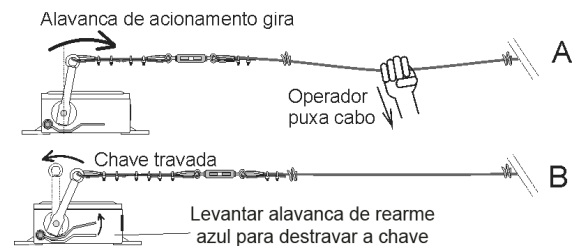

Fig. 8 – Acionamento manual da parada de emergência
- Quando se detectar uma **situação de emergência**, o operador no local, com uma única ação, deverá puxar o cabo em qualquer direção (Fig. 8 A). A alavanca de acionamento da chave de emergência será deslocada, girando e travando (Fig. 8 B).
- Uma vez eliminada a situação de emergência, o operador deve se dirigir à chave que comandou a parada de emergência e pressionar para cima a alavanca de rearme azul até liberar trava (ver desenho da Fig 8 B deste manual). O destravamento tem que ser feito manualmente, de forma deliberada, no local onde foi sinalizada a emergência.
- Na ocorrência de ruptura ou afrouxamento do cabo de aço, a mola de tração interna à chave puxará o cabo no sentido oposto do local onde ocorreu o afrouxamento ou ruptura, sinalizando emergência e forçando a parada do equipamento. Será necessário que seja feita a recolocação do cabo de aço conforme descrito no item 4.1 deste manual.